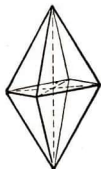
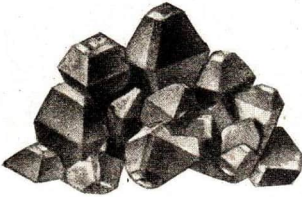

Abb. 439
Abb. 440. Schwefelkristalle
1. Der Schwefel ist ein gelber fester Körper (spez. Gew. 2), der in Sizilien und anderen vulkanischen Gegenden in großen Lagern derb, zuweilen auch kristallisiert vorkommt (Abb. 440).
Die Grundform der Schwefelkristalle (Abb. 440) ist eine Art quadratische Doppelpyramide (Abb. 439).